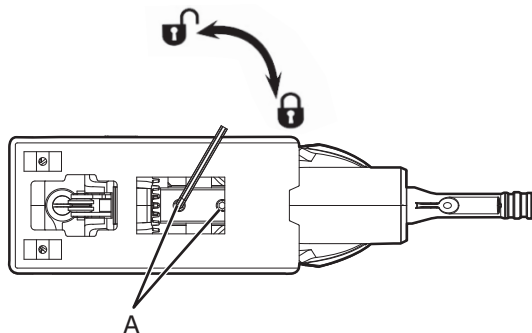

РИС.4
1. Угол наклона основания можно регулировать в пределах  $45^\circ$  (влево или вправо) относительно направления пиления для упрощения профильной распиловки. Ослабьте два зажимных винта (А) под основанием с помощью шестигранника, входящего в комплект поставки инструмента, установите нужный угол наклона основания и снова затяните винты (А). (см. рис. 4)